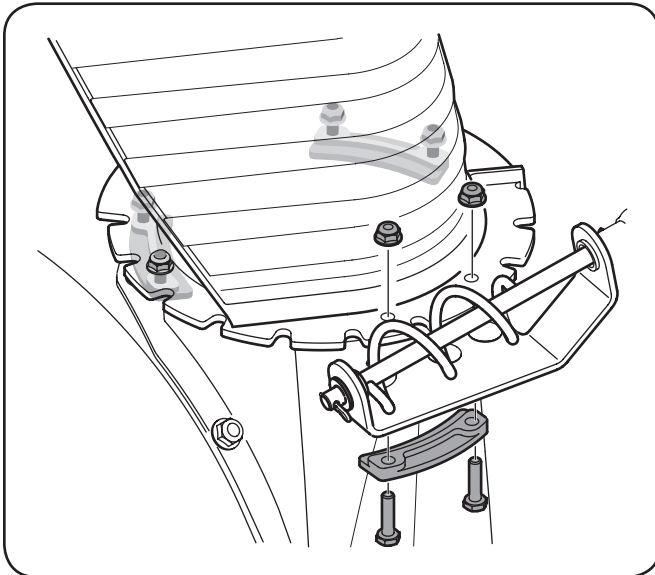

Figura 3-17
1. Retire las tuercas de seguridad y los tornillos que sujetan uno de los fijadores de brida al conjunto del canal. Afloje los sujetadores de los otros dos fijadores de brida. Vea la Figura 3-17.
3. Sujete el fijador de brida que se retiró antes con las tuercas de seguridad y los tornillos. Apriete las tuercas que sujetan los otros dos fijadores de brida. Vea la Figura 3-17.